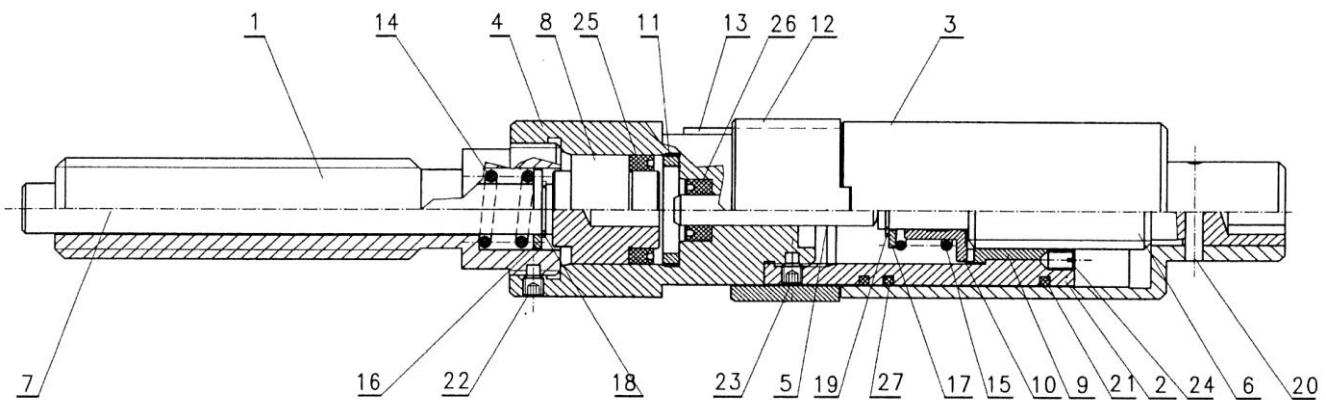

Abb. 4. Aufbau der Schraube 3690-M.
6. AUFBAU DER HYDRAULIKSCHRAUBE (Abb.4)
7.1. PERIODISCHE WARTUNG DER KUPPLUNGSSCHRAUBE (Pos. 6 Abb. 4).
(Tabelle 3, Abb. 4)